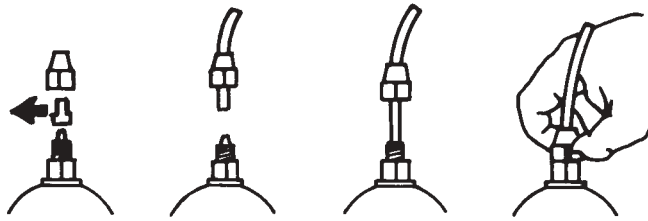
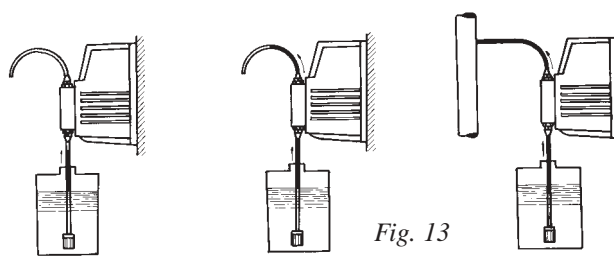

Fig. 12
Fig. 13
- f. **Sfilare la due capsule di protezione dai raccordi, inserire fino in fondo i tubetti sui relativi attacchi conici e bloccarli con le apposite ghiera di fissaggio (fig. 12).** Nel caso in cui per qualsiasi motivo la pompa dovesse essere tolta dall'impianto, si consiglia di riutilizzare le capsule di protezione, onde evitare indebite fuoriuscite di liquido dal corpo pompa. Prima di fissare il tubetto di mandata all'impianto, adescare la pompa dosatrice come da sequenza in figura 13. Nell'installare il tubetto di mandata assicurarsi che questo per effetto degli impulsi della pompa non urti contro corpi rigidi. In caso di difficoltà nell'innescare la pompa, aspirare dal raccordo di mandata con una normale siringa e con la pompa il funzione, fino a che non si vedrà salire il liquido nella siringa o nel tubetto di mandata. Per il collegamento raccordo di mandata-siringa, usare uno spezzone di tubo di aspirazione. Nel caso la pompa sia attrezzata con la valvola di spurgo, seguire le istruzioni della stessa.
- f. **Remove the protection caps from the two connectors, slide the hoses over the connectors, pushing them right home, and then fix them with appropriate clips (Figure 12).** Whenever the pump is dismantled from the plant, you will be well advised to replace the caps on the connectors to avoid residual liquid being spilled. Before attaching the delivery hose to the plant, prime the metering pump by going through the sequence shown in Figure 13. Before finalizing the installation of the delivery hose, make sure that the pump strokes will not cause it to move and bump into rigid bodies. In case of priming difficulties, use a normal syringe to suck liquid from the delivery connector while the pump is in operation, continuing until you actually see the liquid rise in the syringe. Use a short length of suction hose to connect the syringe to the delivery connector. In case of a pump equipped with an run-off valve, follow the specific instructions.
- f. **Enlever les deux capsules de protection des raccords, insérer à fond les tubes sur embouts coniques correspondants et les bloquer l'aide des écrous de serrage appropriés (fig.12).** Si pour n'importe quelle raison la pompe devait être enlevée de l'installation, il est conseillé de réutiliser les capsules de protection, afin d'éviter des sorties de liquide indues du doseur. Avant de fixer le petit tube de refolement à l'installation, amorcer la pompe doseuse conformément à la séquence indiquée à la fig. 13.
- f. Die Schutzkappen der beiden Anschlüsse entfernen, die Schläuche auf die Anschlüsse aufstecken, gegenschieben und dann mit entsprechenden Überwurfmuttern festziehen (Abbildung 12).
Falls die Pumpe von der Anlage abgebaut wird, so sollten die Kappen der Anschlüsse wieder angebracht werden, um zu vermeiden, dass die restliche Flüssigkeit ausläuft. Vor dem Anschließen der Austrittsleitung an die Anlage die Dosierpumpe mit der auf Abbildung 13 gezeigten Abfolge ansaugen. Vor Abschluss der Installation der Austrittsleitung sicherstellen, dass die Pumpeschläge nicht zu einer Bewegung der Pumpe führen. Bei Schwierigkeiten mit dem Ansaugen eine normale Spritze verwenden, um die Flüssigkeit anzusaugen, während die Pumpe in Betrieb ist, bis die Flüssigkeit in der Spritze steigt. Zum Anschließen der Spritze an den Anschluss des Austritts ein kurzes Stück der Ansaugleitung verwenden. Falls die Pumpe nicht mit einem EtatronAblaufventil ausgestattet ist, müssen die spezifischen Anweisungen beachtet werden.
- f. Quitar las dos cápsulas que protegen los racores, introducir totalmente los tubos en las respectivas boquillas cónicas y bloquearlos con las correspondientes tuercas de fijación (fig. 12). Si por cualquier motivo hubiera que retirar de la instalación la bomba, es aconsejable colocar otra vez las cápsulas de protección a fin de evitar que salga agua inoportunamente del cuerpo de la bomba. Antes de fijar el tubo de impulsión que va a la instalación, cebar la bomba dosificadora siguiendo los pasos que se indican en la figura 13. Al instalar el tubo de impulsión habrá que asegurarse de que no roce con ningún cuerpo rígido como consecuencia de los impulsos de la bomba. Si problemas al cebar la bomba, conviene aspirar el aire del racor de impulsión con una jeringa mientras la bomba esta funcionando, hasta que se vea que el líquido sube por la jeringa o por el tubo de impulsión. Para conectar el racor de impulsión con la jeringa, conviene utilizar un tramo de tubo de aspiración. Si la bomba está equipada con la válvula de purga, seguir fielmente las instrucciones de la misma.